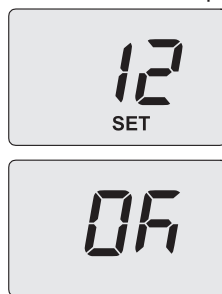

Figura 5.46
- Utilizzando i tasti 12 o 13 è possibile modificare il valore del parametro 11 da **00=0s** a **100=500s** (ogni aumento o diminuzione di una unità sul display corrisponde a 5 secondi). Es. 12=60 secondi. Sul display compare la scritta **"SET"** (Figura 5.46).
- Premendo il tasto 14 (Figura 5.43) si ottiene la conferma del valore inserito. Sul display appare per 3 sec. la scritta **"Ok"** (Figura 5.46), per poi visualizzare la lista dei parametri.